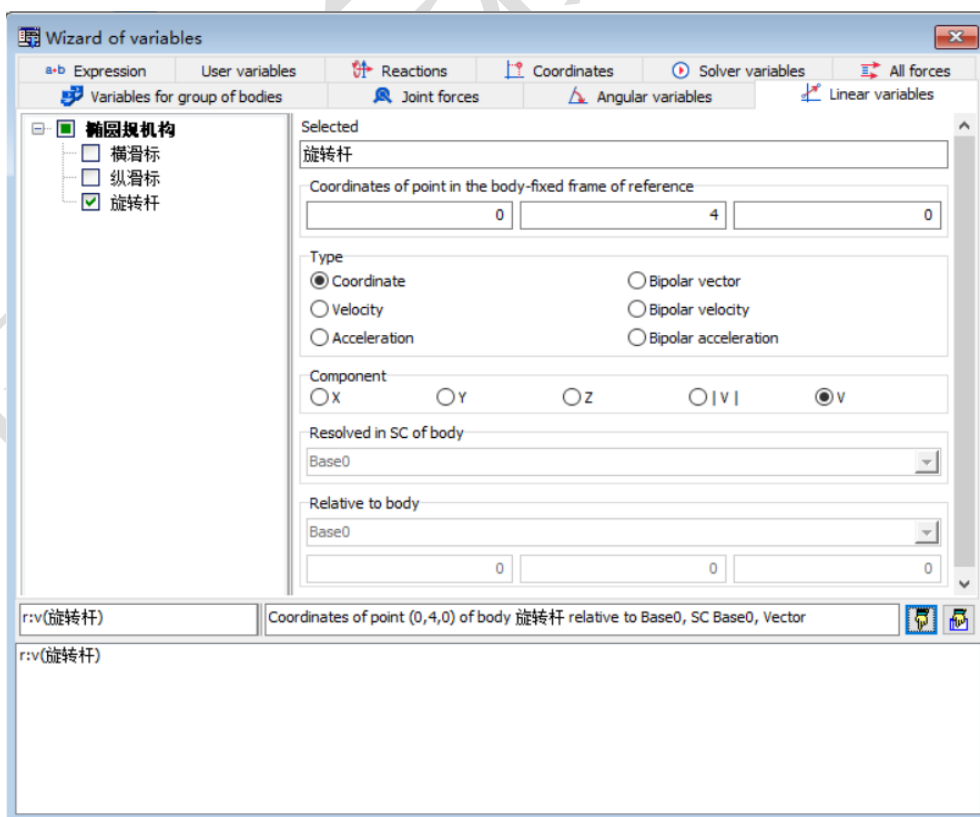

图 2-85
- 7) 在变量向导左侧勾选物体**旋转杆**，右侧输入局部坐标 **(0, 4, 0)**，选择 **Coordinate**，分量 **V**，然后点右侧的  图标，创建变量 **r:v (旋转杆)**，表示旋转杆局部坐标系中的点 **(0, 4, 0)** 在总体坐标系中的运动轨迹，如图 2-85。